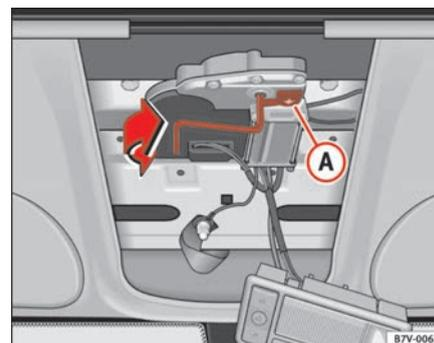

Fig. 69 Azionamento d'emergenza
- Girare nel senso della freccia la protezione (A) ⇒ fig. 69 dell'apertura della manopola.
- Ricollocare la manopola nel suo fissaggio e girare la protezione (A) ⇒ fig. 69 sull'apertura della manopola.